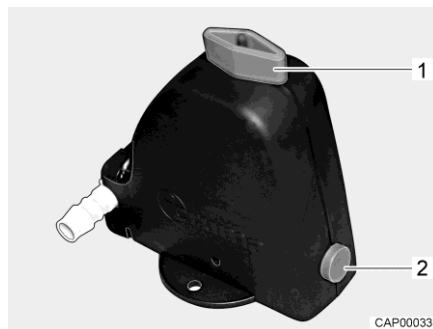

Bild 263 Sicherheits-/Ablassventil (Truma)
- Sicherheits-/Ablassventil (Truma) schließen. Dazu den Drehknopf (Bild 263,1) quer zum Sicherheits-/Ablassventil drehen und den Druckknopf (Bild 263,2) eindrücken.